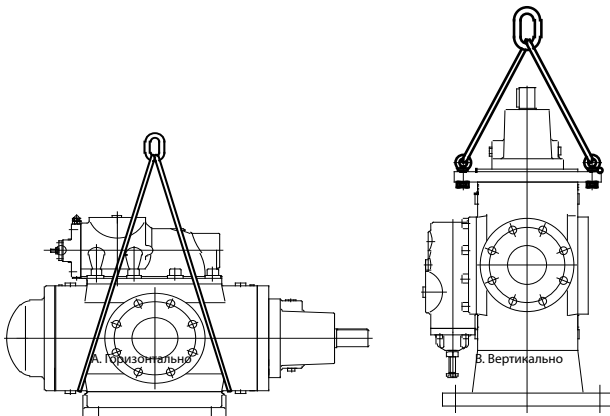

Рис. 3.1. Подъем головки насоса
2. При подъеме насоса закрепите грузовые крюки на выходных фланцах, как показано на рис. 3.1.